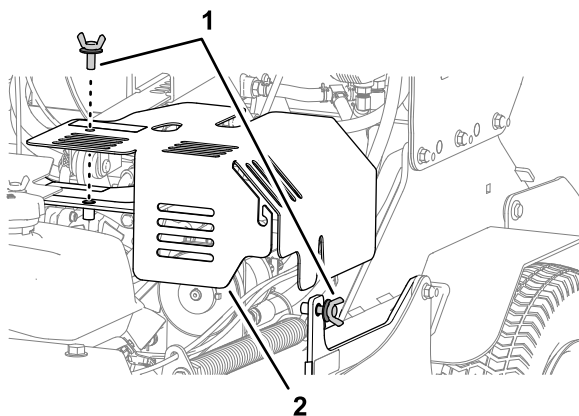

Figura 51
2. Retire el tornillo de mariposa superior, afloje el tornillo de mariposa lateral y retire la tapa izquierda del compartimento hidráulico (Figura 51).
5. Alinee el taladro y la ranura de la tapa izquierda del compartimento hidráulico con los soportes de la máquina, y sujete la tapa con los 2 tornillos de mariposa (Figura 51).